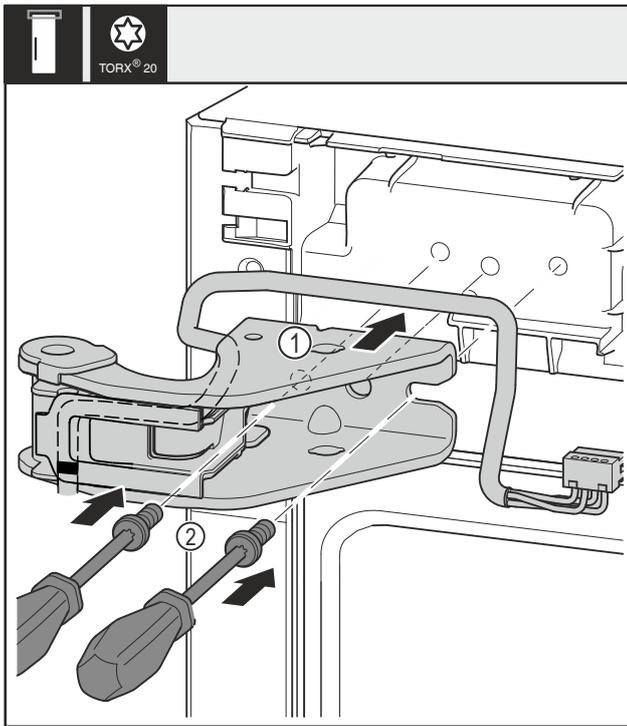

Fig. 31
- ▶ Oberen Lagerbock Fig. 31 (1) ansetzen.
- ▶ Schrauben Fig. 31 (2) mit Schraubendreher einsetzen und festdrehen.